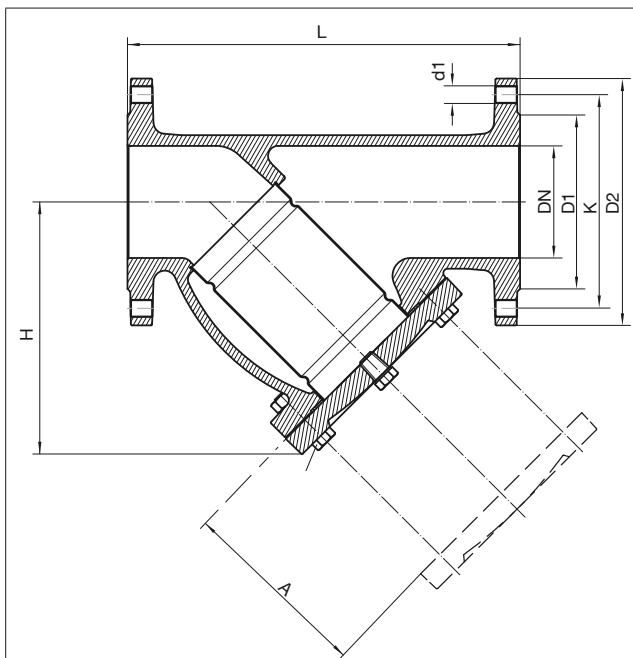

Abb. 2: Abmessungen
- Wir empfehlen den Einbau eines Oventrop Schmutzfängers in jeder Rohrleitung. - Sie können den Schmutzfänger sowohl senkrecht als auch waagerecht einbauen. ▶ Stellen Sie sicher, dass das Produkt und die Rohrleitungen frei von Verunreinigungen sind. ▶ Beachten Sie die Durchflussrichtung. ▶ Beachten Sie bei der Senkrechtmontage, dass der Siebraum nach unten zeigt, damit sich der Schmutz sammeln kann. ▶ Installieren Sie den Schmutzfänger spannungsfrei. ▶ Stellen Sie sicher, dass der Bereich vor dem Deckel unverbaut bleibt (siehe das Maß A in Abb. 2 auf Seite 7).